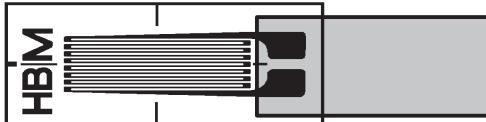

Fig. 6.3 Charnière sur jauge sans pattes de raccordement
- ▶ Pour les jauge sans pattes de raccordement, réaliser la charnière comme indiqué sur la *Fig. 6.3* (sans cosses relais supplémentaires).